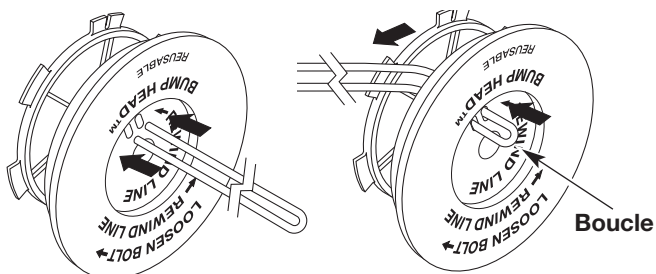

Fig. 35
- Découpez environ 6 m (20 pi) de fil neuf et faites-en deux boucles de longueurs égales. Insérez chaque extrémité de fil dans l'un des deux trous du moulinet (Fig. 35). Tirez le fil à travers le moulinet pour que la boucle soit le plus petit possible.